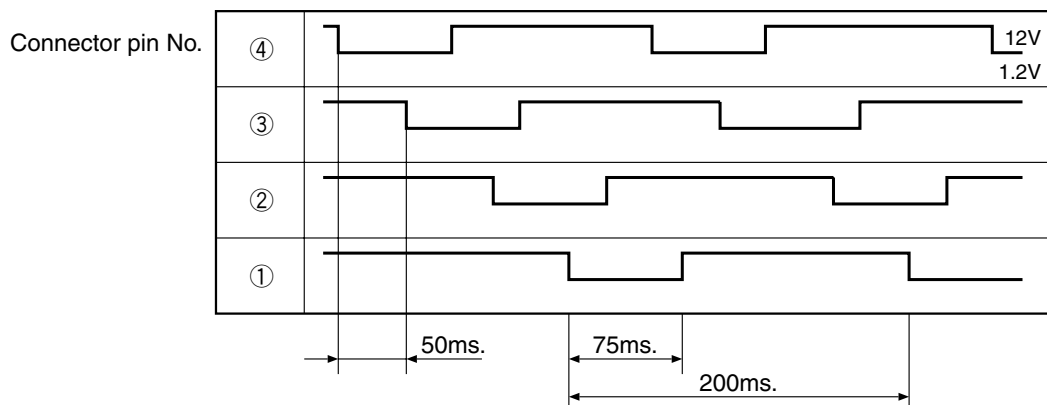

Fig. 5-2
- La direction de commutation des phases d'excitation et la direction d'ouverture/fermeture sont indiquées dans le Tableau 5-1. Quand excitées, les broches ① à ④ de CN15 sont à environ 1,2 V, sinon, à environ 12 V. Quand l'alimentation est remise à zéro, le détendeur fonctionne à l'état initial pendant 30 à 40 secondes. Pendant le fonctionnement initial, les broches ① à ④ de CN15 sont mesurées avec un testeur. S'il y a une broche qui ne présente pas de changement à 1,2 V ou 12 V, le détendeur ou le microprocesseur est anormal.
- La Fig. 5-2 indique la forme d'onde logique produite quand le détendeur fonctionne.